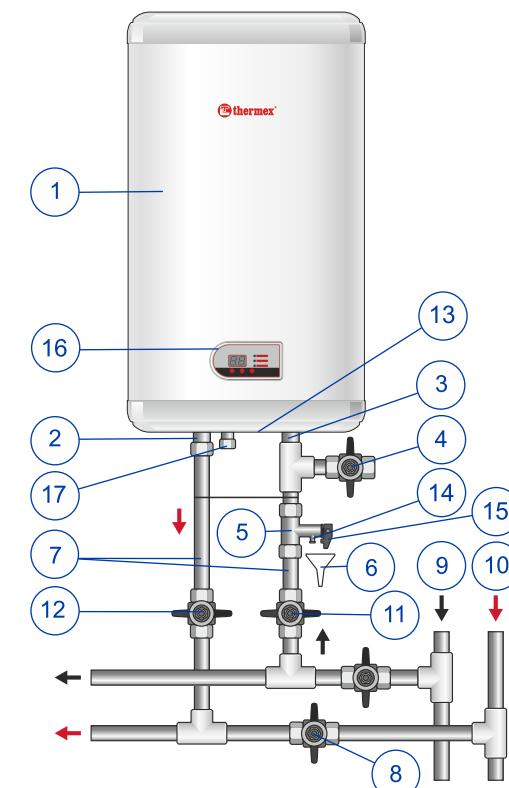

Рисунок 1. Схема подключения ЭВН к водопроводу
4.1. Внешний корпус ЭВН выполнен из ударопрочного пластика. Внутренний бак изготавливается из высококачественной нержавеющей стали с содержанием титана, что обеспечивает высокую коррозионную стойкость и, как следствие, длительный срок эксплуатации. Пространство между внешним корпусом и внутренним баком заполнено пенополиуретаном - современной, экологически чистой теплоизоляцией, обладающей наилучшими характеристиками теплосбережения. Модели IF, ID имеют два резьбовых патрубка: для входа холодной воды (Рис. 1, п. 3) с синим кольцом и выхода горячей воды (Рис. 1, п. 2) - с красным кольцом, и оборудованы дополнительным дренажным патрубком (с красным кольцом, закрыт металлической заглушкой) для слива воды и промывки внутреннего бака (Рис. 1, п. 17). На лицевой стороне ЭВН, во всех моделях, находится панель управления (Рис. 1, п. 16).
4.3. Предохранительный клапан (Рис.1, п. 5) выполняет функции обратного клапана, препятствуя попаданию воды из водонагревателя в водопроводную сеть в случаях падения в последней давления и в случаях возрастания давления в баке при сильном нагреве воды, а также функции защитного клапана, сбрасывая избыточное давление в баке при сильном нагреве воды. Во время работы водонагревателя вода может просачиваться из выпускной трубы предохранительного клапана для сброса излишнего давления, что происходит в целях безопасности водонагревателя. Эта выпускная труба должна оставаться открытой для атмосферы и быть установлена постоянно вниз и в незамерзающей окружающей среде.
Необходимо обеспечить отвод воды из выпускной трубы предохранительного клапана (Рис.1, п. 14) в канализацию, предусмотрев при монтаже ЭВН соответствующий дренаж (Рис.1, п. 6).
Необходимо регулярно (не реже одного раза в месяц) проводить слив небольшого количества воды через выпускную трубу предохранительного клапана в канализацию для удаления известковых осадков и для проверки работоспособности клапана. Для открывания клапана он снабжен ручкой (Рис.1, п. 15). Необходимо следить, чтобы во время работы ЭВН эта ручка находилась в положении, закрывающем слив воды из бака.
Установить предохранительный клапан (Рисунок 1, п.5) на входе холодной воды (Рисунок 1, п.3), помеченному синим кольцом, закрутив на 3,5-4 оборота, обеспечив герметичность соединения любым уплотнительным материалом (льном, лентой ФУМ и др.).
Рисунок 1: 1 – ЭВН, 2 – патрубок горячей воды, 3 – патрубок холодной воды, 4 – сливной вентиль, 5 – предохранительный клапан, 6 – дренаж в канализацию, 7 – подводка, 8 – перекрыть вентиль при эксплуатации ЭВН, 9 – магистраль холодной воды, 10 – магистраль горячей воды, 11 – запорный вентиль холодной воды, 12 – запорный вентиль горячей воды, 13 – защитная крышка, 14 – выпускная труба предохранительного клапана, 15 – ручка для открывания предохранительного клапана, 16 – панель управления, 17 – сливной патрубок.
Подключение к водопроводной системе производится в соответствии с Рис. 1 только при помощи медных, металлопластиковых или пластиковых труб, а также специальной гибкой сантехподводки. Запрещается использовать гибкую подводку бывшую ранее в употреблении. Рекомендуется подавать воду в ЭВН через фильтр-грязевик, установленный на магистрали холодной воды (не входит в комплект поставки).
После подключения откройте вентиль подачи холодной воды (Рис. 1, п. 11) в ЭВН, кран выхода горячей воды из ЭВН (Рис. 1, п. 12) и кран горячей воды на смесителе, чтобы обеспечить отток воздуха из водонагревателя. При конечном заполнении ЭВН из крана смесителя непрерывной струей потечет холодная вода. Закройте кран горячей воды на смесителе.
Примечание: для облегчения обслуживания ЭВН в процессе эксплуатации рекомендуется установка сливного вентиля (Рисунок 1, п. 4) в соответствии с Рис. 1 (для моделей, не оборудованных сливным патрубком (не входит в комплект поставки ЭВН)).